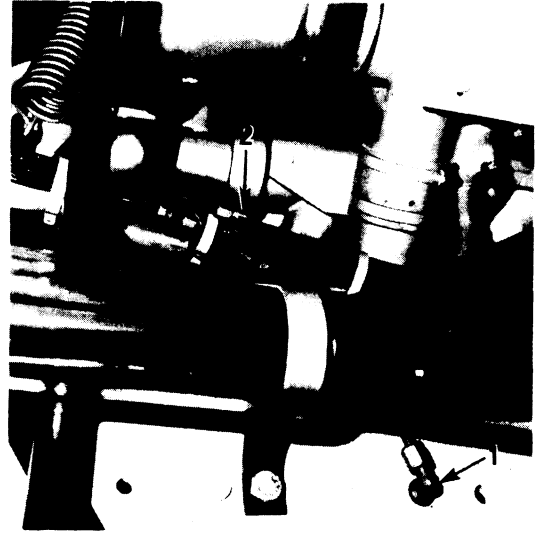

fig. 6
18. Luchtleiding van de uitlaatrem losnemen (indien aanwezig, zie 1, fig. 6).
19. Is de wagen uitgerust met een ZF versnellingsbak en een voorschakelbak, dan dienen de drie luchtleidingen welke met klembanden aan de schakelstang zijn bevestigd, te worden losgenomen (2, fig. 6).